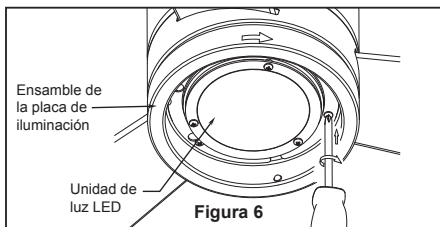

Figura 6
6. Pase los cables a través de la cubierta de unión del motor, la cubierta para el tornillo y el capuchón. (Figura 6)
6. Instale la unidad LED en la ensamble de la placa de iluminación mediante los dos chaveteros. Vuelva a colocar el los tornillos extraídos en el paso 3 y apriete todos los tornillos. (Figura 6)
6. Si desea que el flujo de aire se desplace en la dirección opuesta, apague el ventilador y espere a que las aspas se detengan. Luego deslice el conmutador inversor a la posición contraria y vuelva a encender el ventilador. (Figura 6)